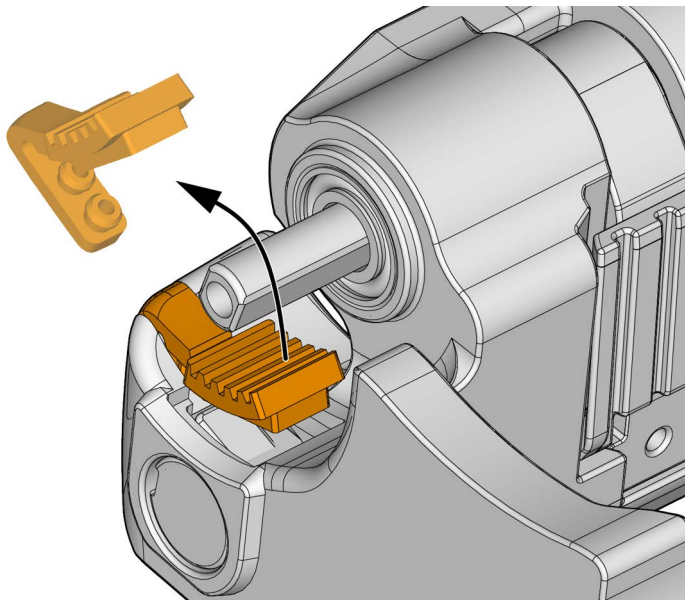

Figura 5-8 Remoção da pastilha de freio
3. Levante a pastilha de freio e puxe-a para fora para removê-la dos pontos de montagem (veja a Figura 5-8 na página 80).